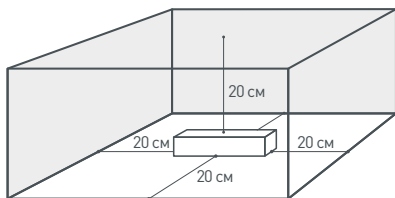

Рис. 1. Свободное пространство вокруг источника.
- 4.2. Для естественной вентиляции обеспечьте свободное пространство вокруг источника питания не менее 20 см, как изображено на Рис. 1. При невозможности обеспечить свободное пространство используйте принудительную вентиляцию.